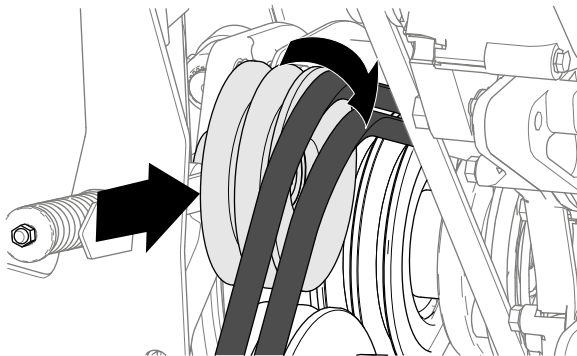

Figura 93
9. Gire la polea tensora hacia el motor y retire las correas de la máquina (Figura 93).